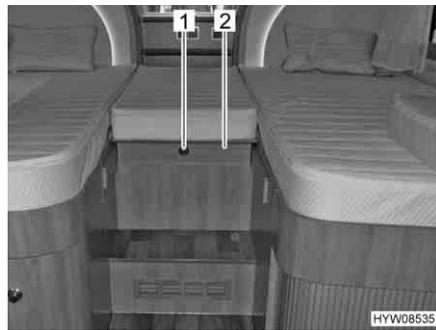

Fig. 73 Letti singoli in coda
- Premere il bottone automatico (Fig. 73,1) e aprire il diaframma (Fig. 73,2).